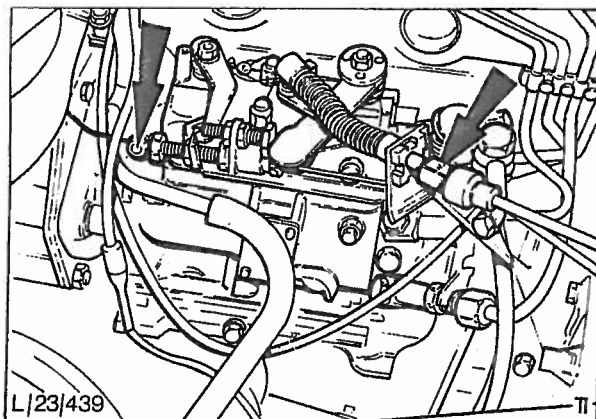

Fig. 60 Kabelens feste på pumpe.
4. Demonter kabelen fra pumpen (fig. 60) og ta vekk kabelen.